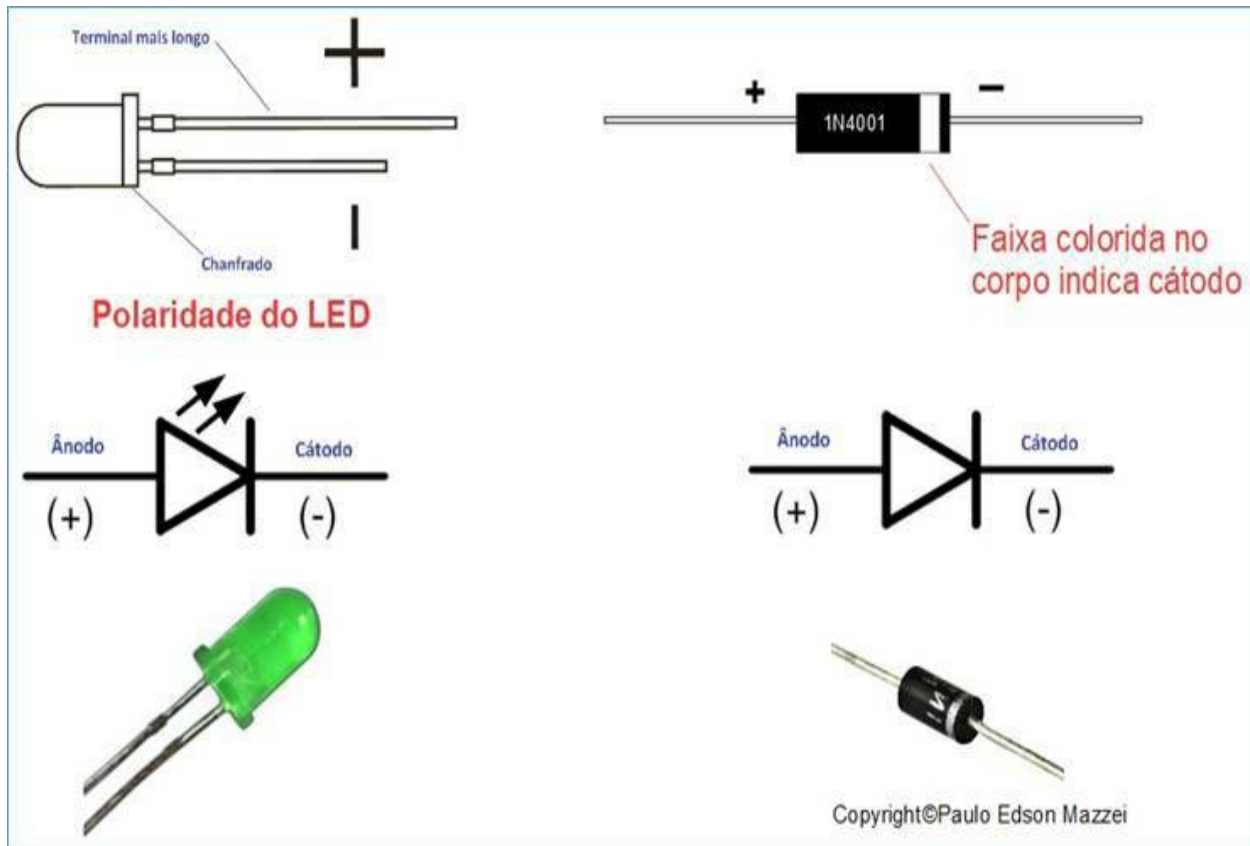

Figura 119 - Polaridade do LED e do diodo.
■ Um dos lados do corpo é chanfrado, próximo a um dos terminais, e indica o polo negativo ou “**cátodo**”. Veja **figura 119**.
► O LED vai acender e o multímetro irá indicar uma leitura de “I”. Nesta condição, o **terminal positivo do multímetro** (vermelho) está conectado ao **ânodo** e o **terminal negativo do multímetro** está conectado ao **cátodo**. Veja **figura 119, (a)**. Esta leitura de “I” não tem significado nenhum.